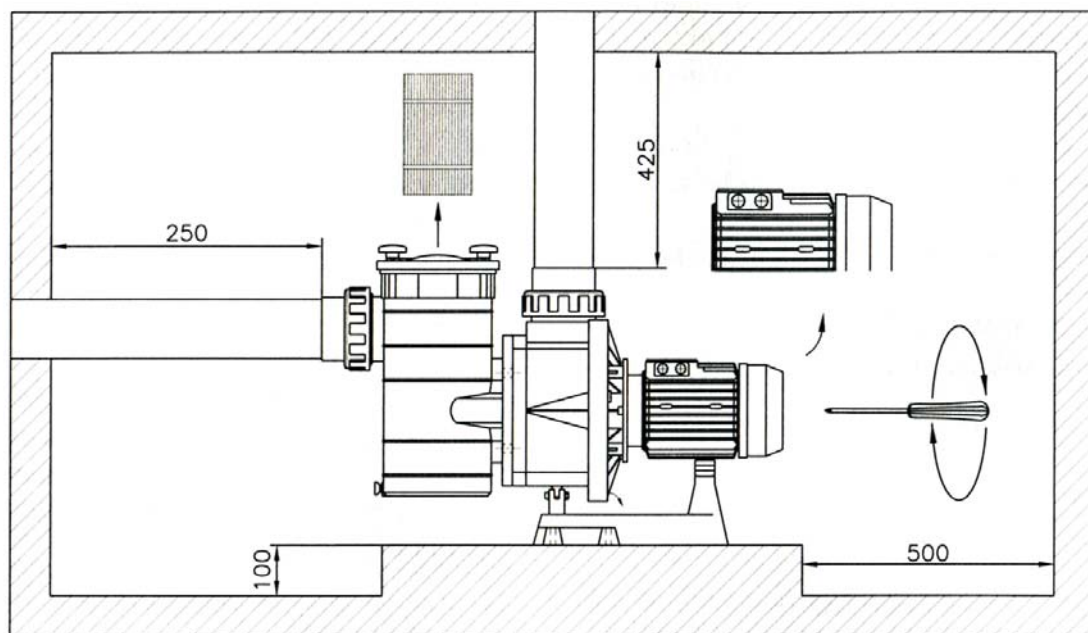

рис. 1
Убедитесь, что вал двигателя поворачивается свободно; не включайте насос, если он заблокирован. Для этого, имеется углубление на конце вала, на стороне вентилятора, которое позволяет вращать его вручную, используя отвертку (рис. 1 стр. 8). В трехфазных двигателях крыльчатка (13) может быть снята, если двигатели работают в противоположном направлении. Противовращение может даже вызвать механические повреждения. Запустите двигатель на несколько секунд и убедитесь, что направление вращения совпадает с обозначенным стрелкой на кожухе вентилятора. Если это не так, то свяжитесь со специалистом.